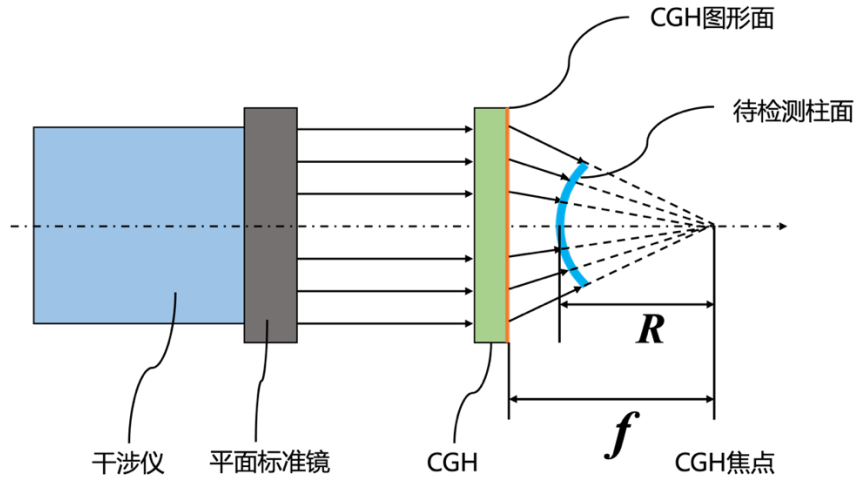

图 9：凸柱面检测光路示意图
10.2 待检测柱面镜为凸面时，设待检测凸面镜曲率半径大小为  $R$ ，柱面 CGH 的焦距为  $f$ （CGH 图形面距离焦点的距离），将柱面待检测面放到焦点前面距离为  $R$  的位置，如图 9 所示：